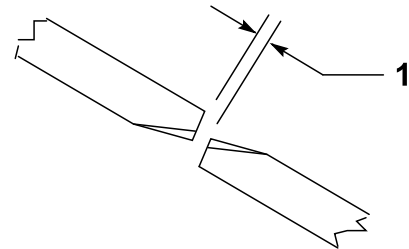

Figura 28
2. Rode a lâmina central e a lateral adjacente de forma a que as suas extremidades fiquem alinhadas. Meça a distância entre as pontas das lâminas (Figura 28).
Para garantir o correto funcionamento da unidade de corte, tem que haver uma folga de 10 a 16 mm entre as extremidades das lâminas das plataformas do cortador lateral e central (Figura 28).